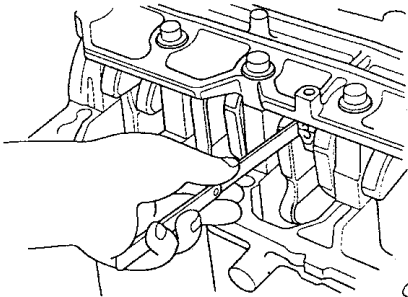

图 2-18 测量连杆的轴向间隙
2) 用塞尺在连杆和曲轴之间测量连杆的轴向间隙, 如图 2-18 所示。